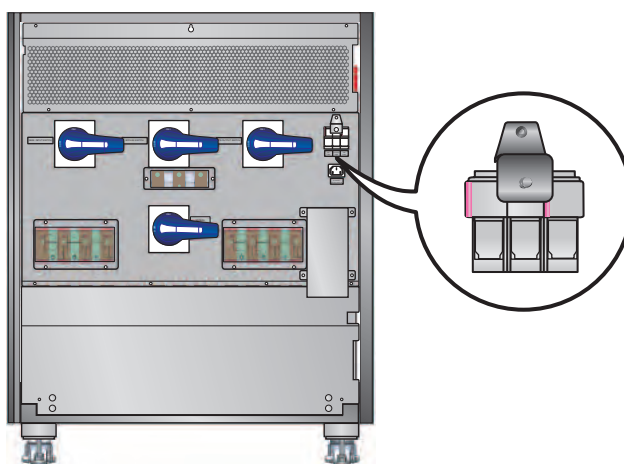

Рис. 6-b. Держатели предохранителей закрыты
2. Разность напряжений между жазимами нуля (N) и заземления (⏚) не превышает 3 В.
4. Держатели предохранителей вентилятора и источника питания закрыты как показано на **Рис. 6-b.**